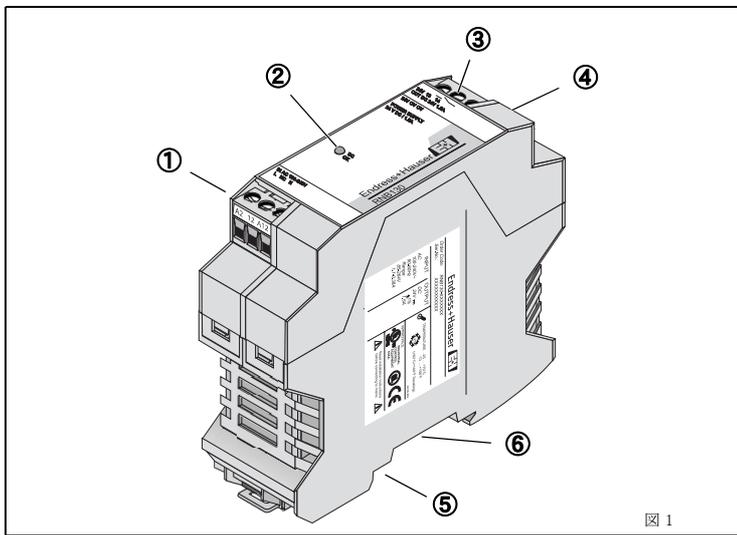
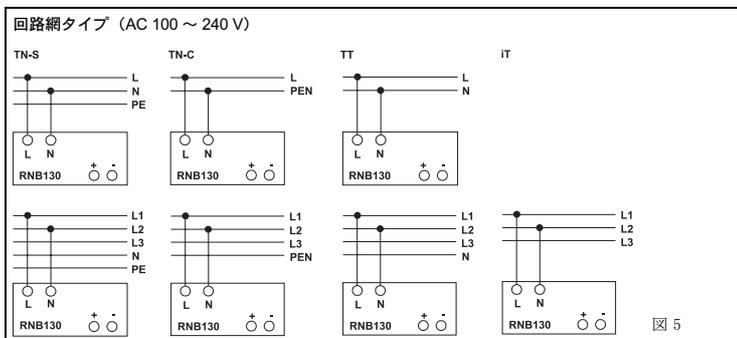

図 1
図 5
1. 本装置と機器接続と操作要素の図 (図 1) :
4. 入力 (1、図 1、図 5)
5. 出力 (3、図 1)
DC OK 無電圧出力 (4、図 1) は、ねじ接続 “13” と “14” を使用して接続します。